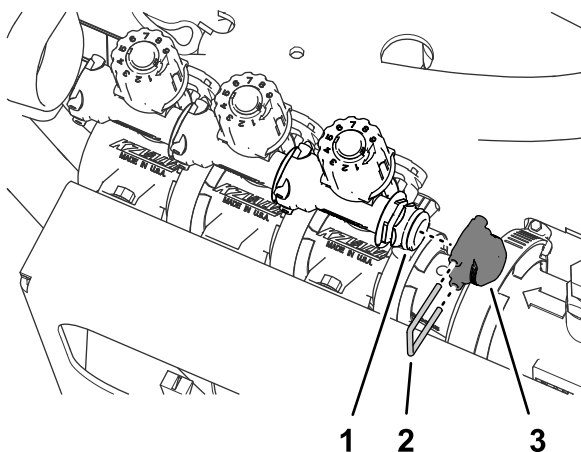

Figura 65
3. Rimuovete il fermo che fissa il tappo al raccordo a disinnesto rapido della valvola di bypass e rimuovete il tappo (**Figura 65**).